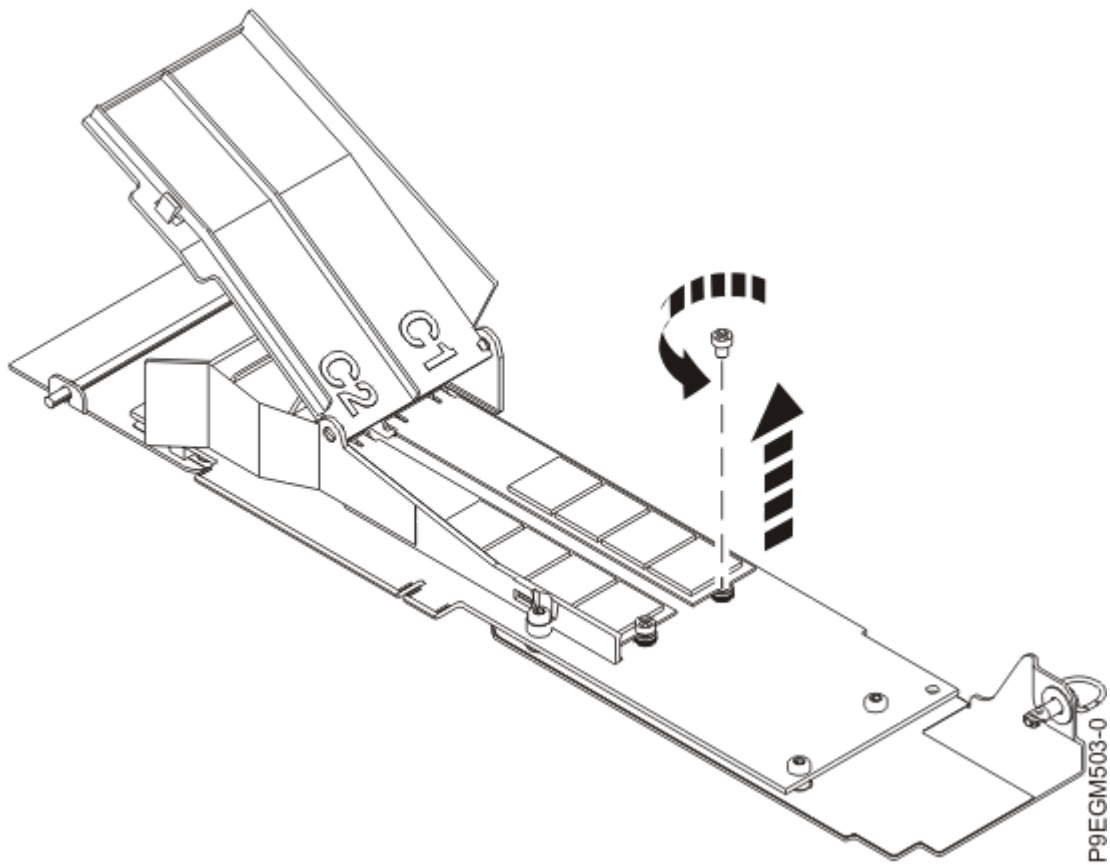

Abbildung 16. Flashmodul der NVMe M.2-Trägerkarte abschrauben
- b) Schrauben Sie die Schraube des NVMe M.2-Flashmoduls mit einem Kreuzschlitz-Schraubendreher ab. Siehe Abbildung 16 auf Seite 22.